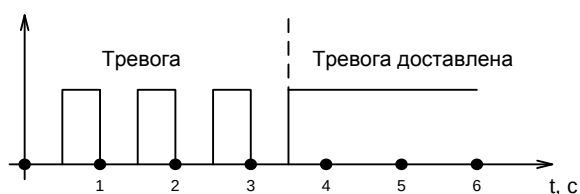

Рис. 4 Индикация режима тревоги
1. Режим тревоги (рис. 4). Индикатор начнет мигать после нажатия на кнопку тревоги с частотой один раз в секунду, время свечения 0,5 секунды. После получения квитанции от ПЦН Мираж о доставке события, индикатор включен постоянно до сброса тревожного состояния.